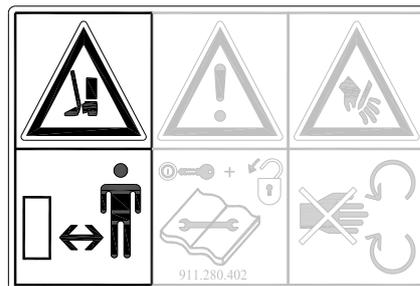

Abb. 4
**Halten Sie mindestens 4 Meter Abstand!** (Abb. 4)